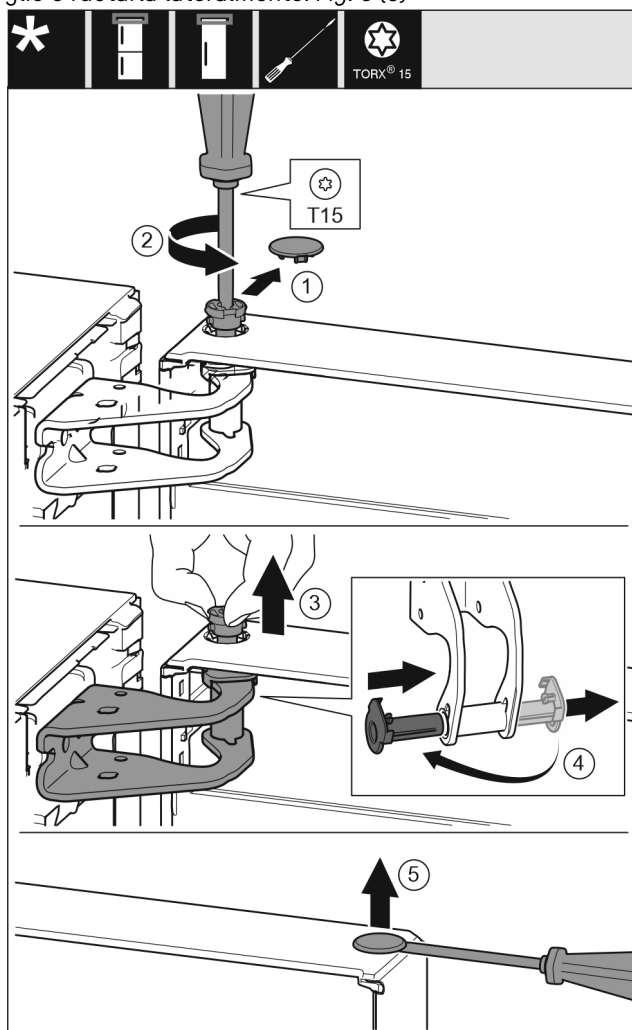

Fig. 7
- ▶ Estrarre con cautela la copertura di protezione. Fig. 7 (1)
- ▶ Con un cacciavite T15 svitare un po' il perno. Fig. 7 (2)
- ▶ Tenere ferma la porta ed estrarre il perno con le dita. Fig. 7 (3)
- ▶ Estrarre la boccola dalla guida. Inserire dall'altro lato e innestare. Fig. 7 (4)
- ▶ Con un cacciavite a testa a intaglio sollevare con cautela i tappi a vite dalla boccola della porta ed estrarli. Fig. 7 (5)